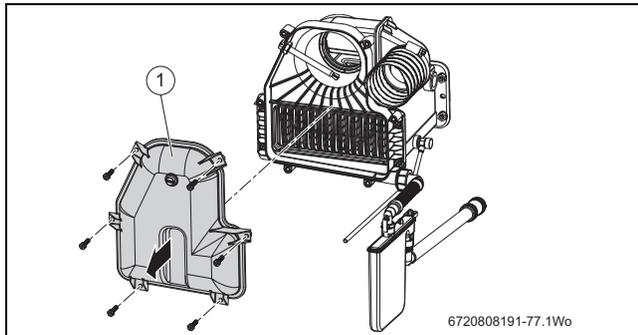

Bild 69 Zugang zum Sekundärwärmetauscher
- ▶ Reinigungsdeckel des Sekundärwärmetauschers [1] wieder anbringen (Abb. 69, Seite 39) und festschrauben.